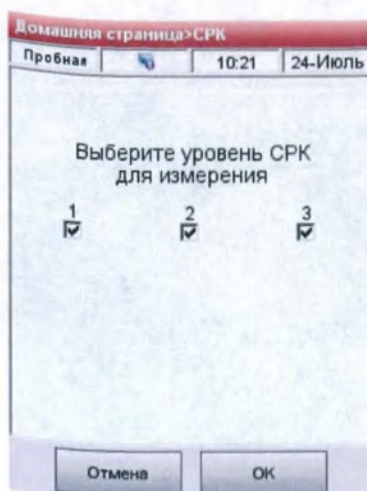

Рис.4-4 Выберите Уровень
4. Выберите нужные уровни (Рис.4-4) и нажмите